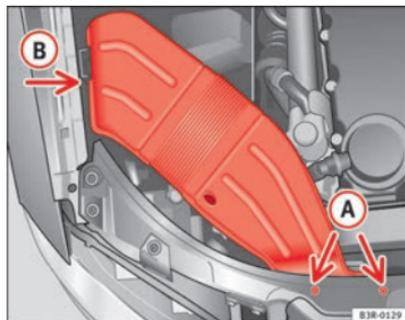

Fig. 187 Condutas de ventilação no lado direito do veículo
- Desenrosque os parafusos **A** ⇒ Fig. 187.